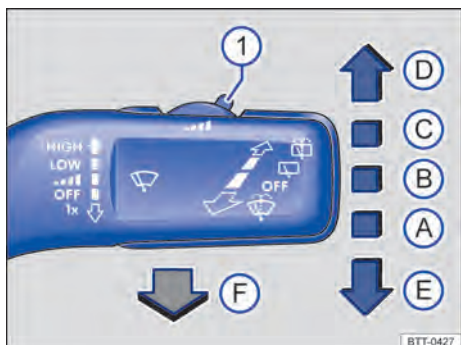

Fig. 116 Comandar os limpadores do para-brisa.
- Pressionar a alavanca dos limpadores do para-brisa brevemente para baixo ⇒ Fig. 116 ④. Os limpadores movem-se para a posição de serviço.